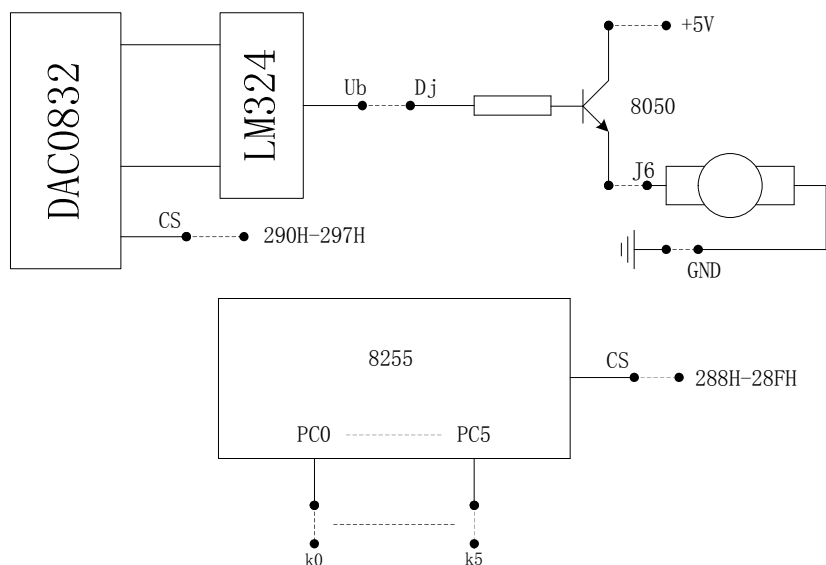

图19-1
- 1、按图19-1线路接线。DAC0832的CS接290H~297H，Ub接DJ插孔，LM324 CS接288H~28FH。